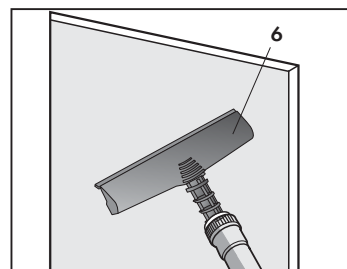

Fig. 20
- Elle est particulièrement indiquée pour le nettoyage des vitres, des miroirs et de toutes les surfaces en général (**Fig. 20**).